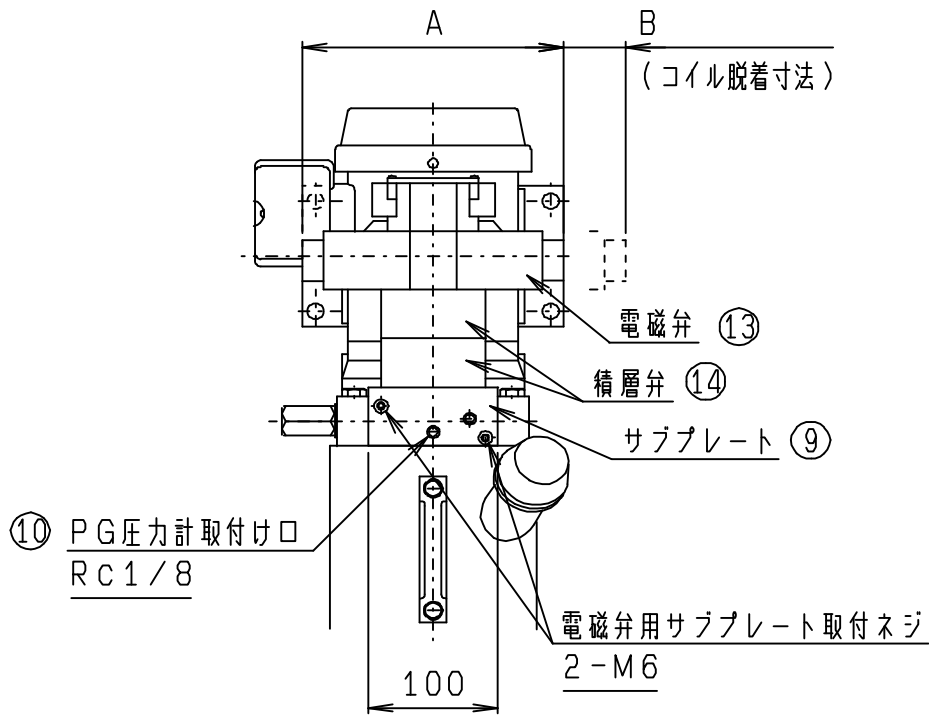

図5 正面図
## 5-2 オプション品 (図5、6、7参照)
- (1) 回路内の圧力確認のために、圧力計を取り付けることをお奨めします。
- (2) 本機オプション品（電磁弁付）にはPポートの圧力を確認するためのR c 1 / 8の圧力計取付けポートがあります。（図5参照）
- (3) 圧力計取付けポートにチェック弁付きカップラーを取付け、必要時のみ圧力測定を行うようにすれば、圧力計の数量も少数で、しかも圧力計の耐用年数も延ばすことができます。
- (4) 静電防止及び感電防止のために、端子箱または、モータベースにあるアース端子にアース線を接続して下さい。
- (5) バルブブロック (図 2) 及び電磁弁用サブプレート (図 5) には数ヶ所、六角穴付きプラグ (詰栓) がありますが、 $R_1$ 、 $R_2$  ポート、圧力計取付けポート以外は、運転中又は、停止時においても絶対にゆるめないで下さい。本機の機能を損なうことがあります。
- (6) 使用条件により、かなり油温が上昇することがあります。特にリリーフ弁の長時間作動や流量制御は発熱の原因となります。できるだけ  $60^\circ\text{C}$  以下の油温でご使用下さい。この油温を越える時は、運転条件を楽にするか補助タンクやクーラーを別に取り付けるようにして下さい。このパッケージはオプションで空冷オイルクーラーを取り付けることができます。